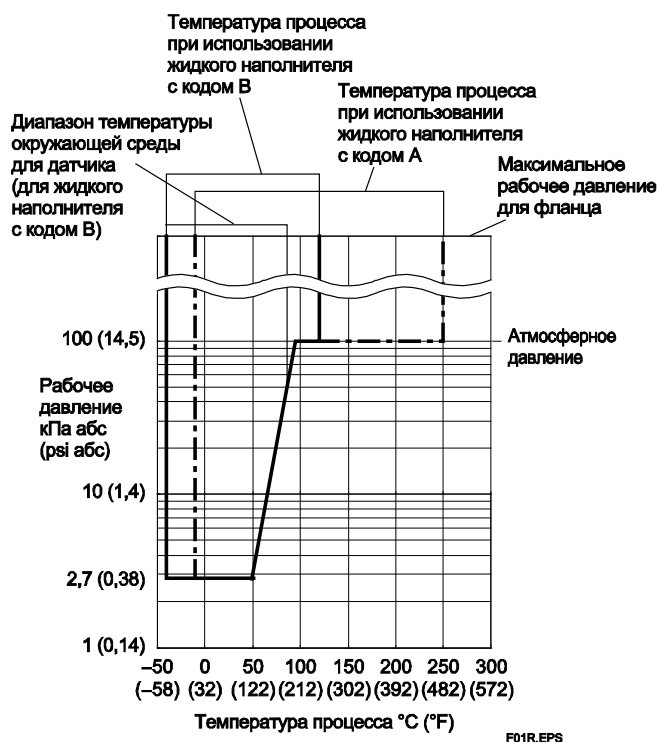

Рисунок 1. Рабочее давление и температура процесса (Жидкий наполнитель: силиконовое масло для общего и высокотемпературного применения)
Для атмосферного давления или ниже см. Рис. 1.
*1: См. рисунок 1 «Рабочее давление и рабочая температура».